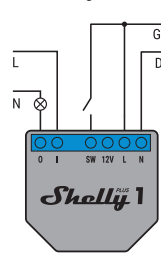

fig. 3
1. Collegamento alla rete elettrica con alimentazione 110-240V AC (fig. 1) o 24-240V DC Collegamento alla rete elettrica (fig.3) o alimentazione 12V DC (fig. 2)